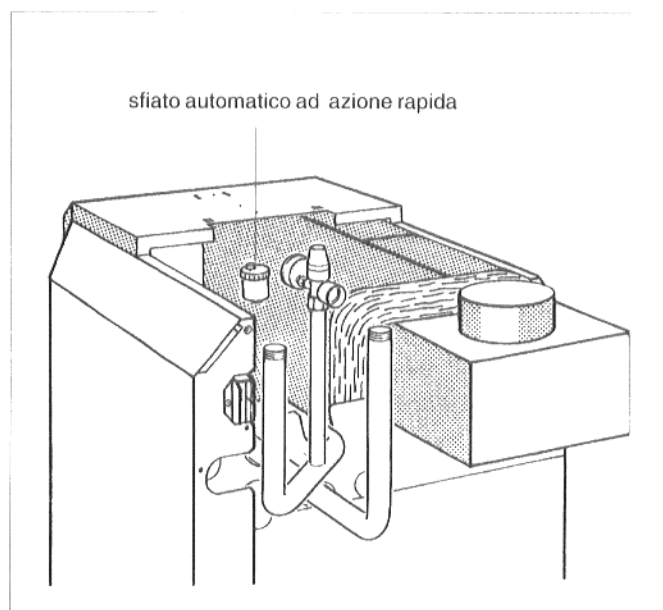
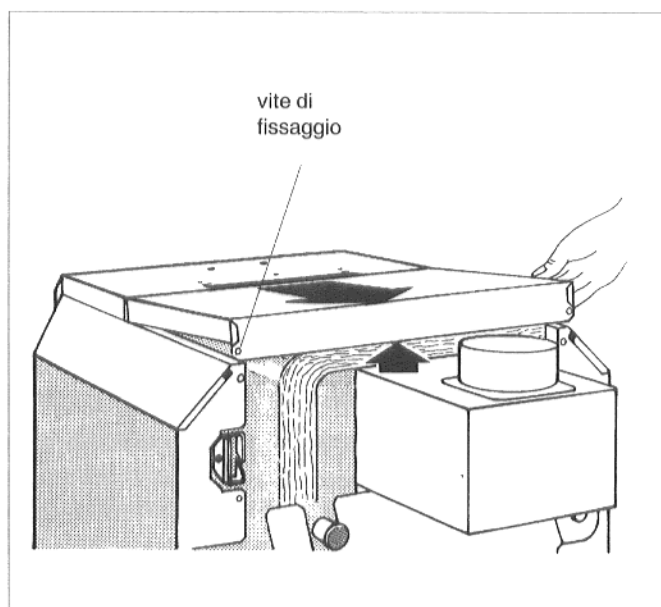

Fig. 10: Sfiato automatico ad azione rapida G124 XV
Fig. 12: Togliere il coperchio posteriore della caldaia
La caldaia è dotata di un ulteriore sfiatamento tramite uno sfiato automatico ad azione veloce: aprire il coperchio dello sfiato automatico (Fig. 10). Vedere Fig. 12 per lo smontaggio del coperchio posteriore della caldaia.
- Svitare le due viti di fissaggio del coperchio posteriore della caldaia. Sollevare il coperchio posteriore della caldaia e toglierlo verso la parte posteriore (Fig. 12).